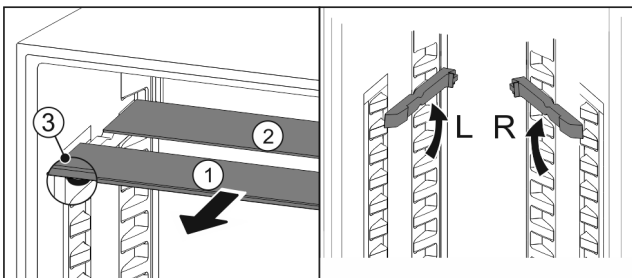

Fig. 149
- ▶ Glasplaten afzonderlijk vanaf de voorkant eruit trekken Fig. 149 (1).
- ▶ Glasplaat Fig. 149 (1) met sierlijst ligt voor.
- ▶ Stops Fig. 149 (3) zijn naar onder gericht.